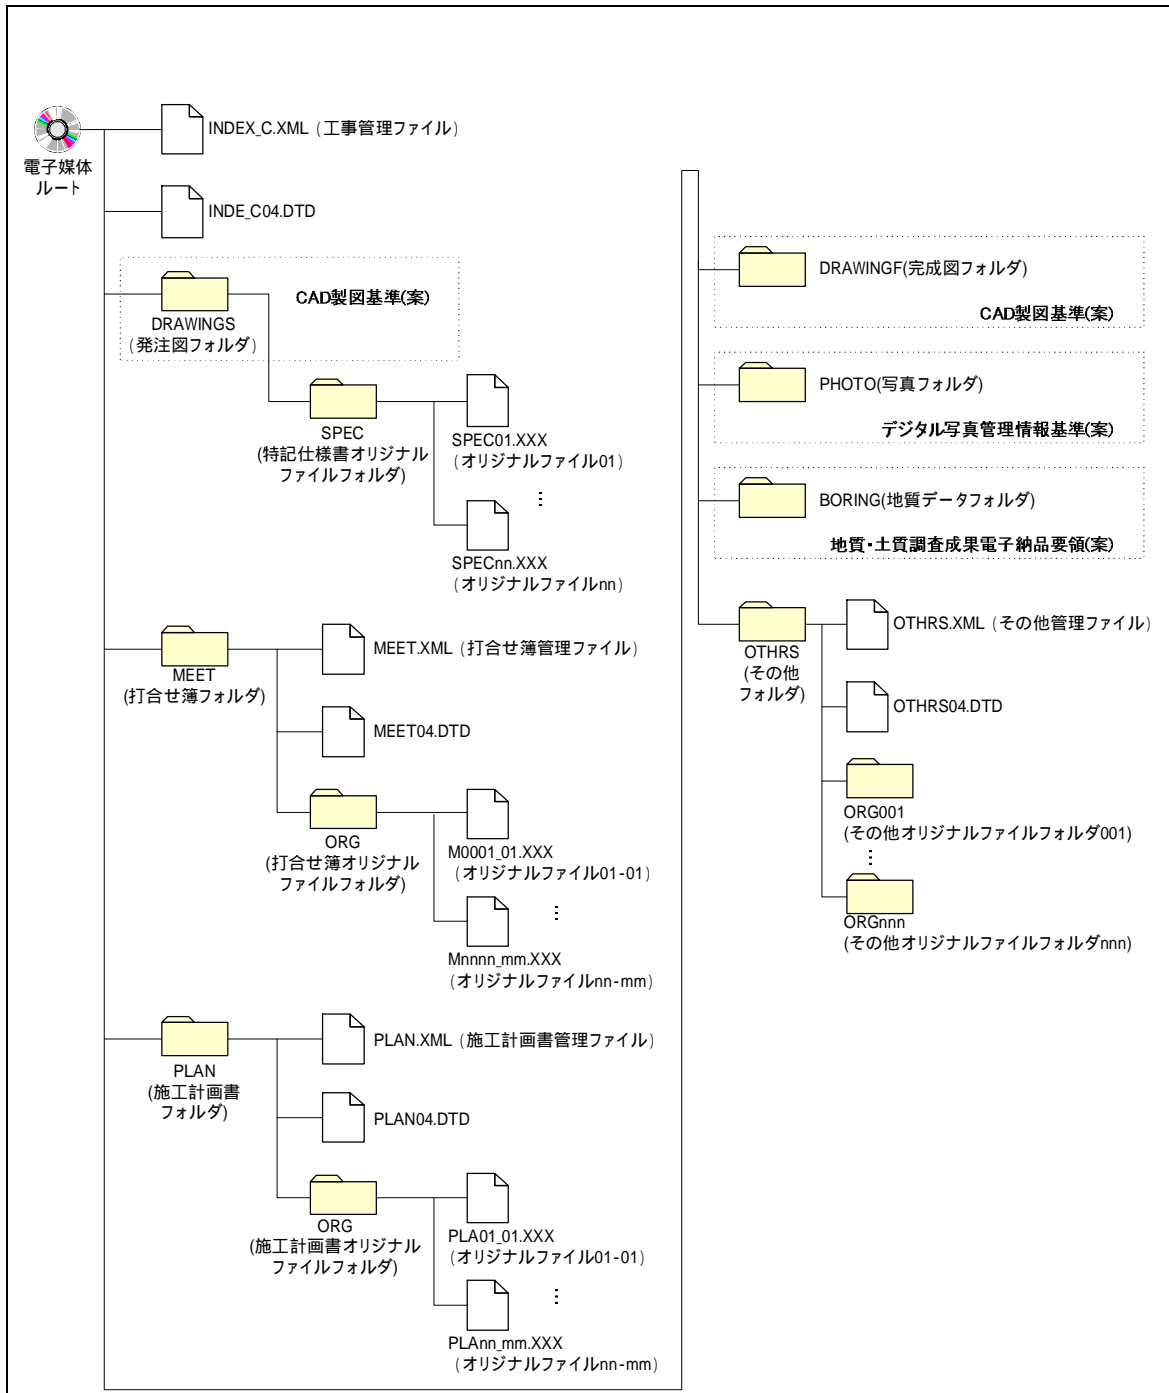

図 3-1 フォルダ構成
電子的手段により引き渡される電子成果品は、図 3-1に示すフォルダ構成とする。
- 図 3-1のフォルダの順番は、例示であり、表示の順番はこれによるものではない。